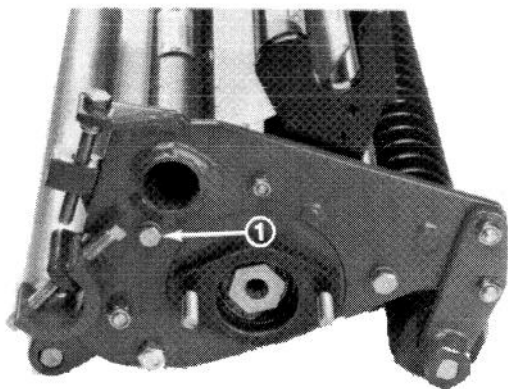

Figure 4
1. Desserrez le boulon de blocage se trouvant sur le côté du module de coupe (Fig.4).